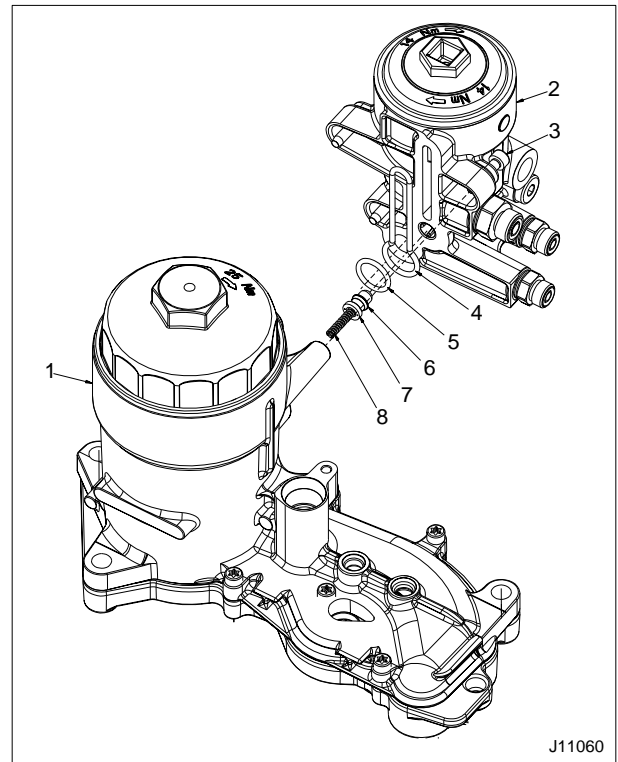

Figura 564 Mecanismo de vástago del regulador de presión
2. Revise la válvula de vástago y el resorte en busca de señales de desalineación. Inspeccione la empaquetadura del vástago (Figura 564) en busca de señales de asentamiento irregular con la carcasa del filtro de combustible.